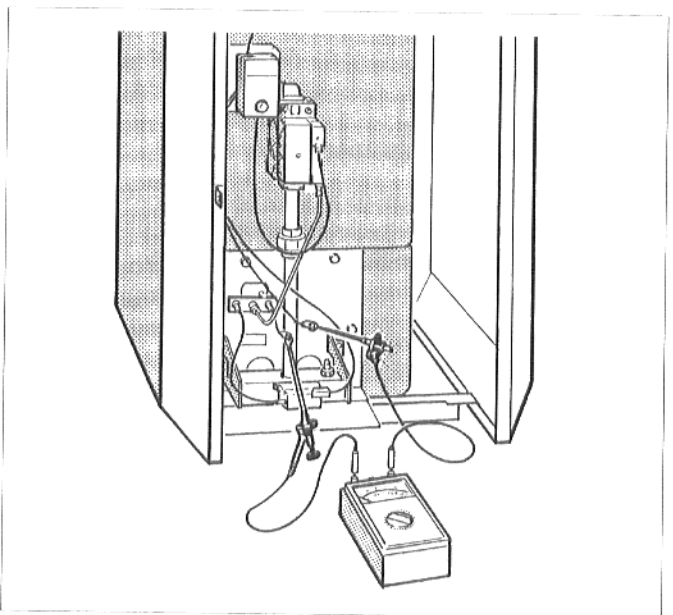

Abb. 37: Ionisationsstrom messen
- Meßgerät an Überwachungskabel und Überwachungselektrode in Reihe anschließen (Abb. 37). Am Meßgerät den μA -Gleichstrombereich wählen.